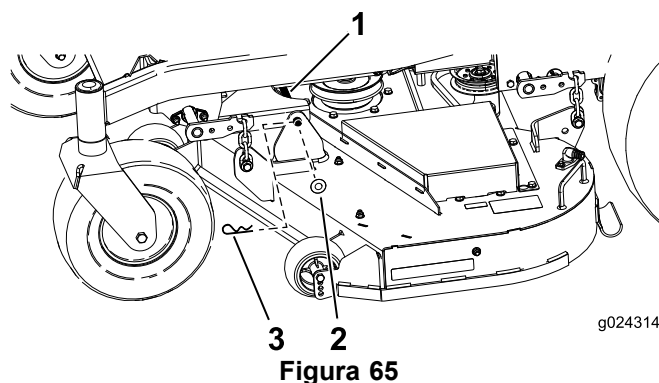

Figura 65
1. Retire la chaveta y la arandela que sujetan el pasador de enganche largo al bastidor y a la carcasa; retire el pasador de enganche (Figura 65).
9. Sujete el perno de enganche con las chavetas y las arandelas que retiró anteriormente (Figura 65).